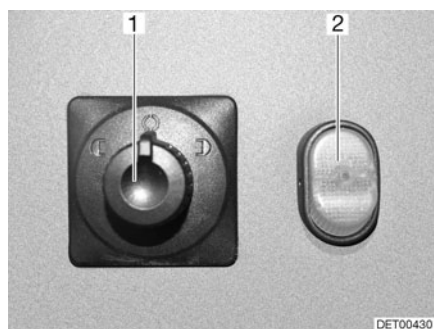

Fig. 15 Commutateur pour rétroviseurs extérieurs à réglage électrique et leur chauffage
- Sélectionner le rétroviseur qui doit être réglé. Pour ce faire, tourner l'interrupteur tournant (Fig. 15,1) vers la gauche ou la droite.
- Régler le rétroviseur en appuyant sur l'interrupteur (Fig. 15,1) dans la direction correspondante.
- Appuyer sur l'interrupteur (Fig. 15,2). Le voyant de contrôle de l'interrupteur signale la marche.